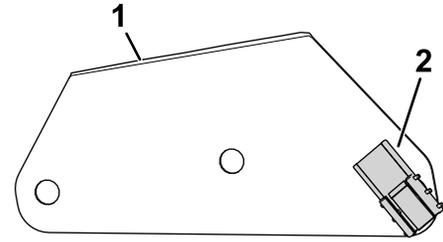

図 3
1. ハーネスブラケットにクリップコネクタを取り付ける 図 3。